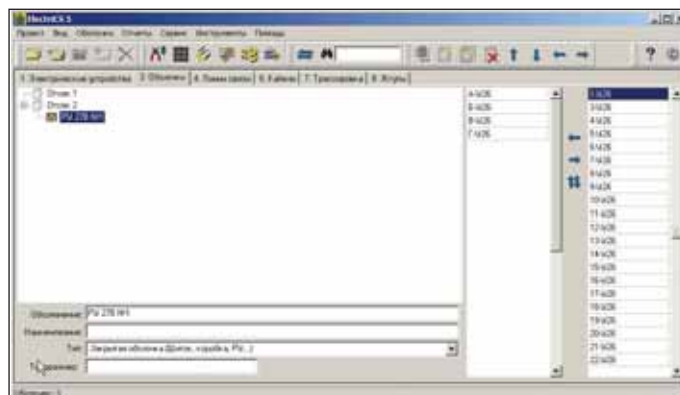

Рис. 4
- определение оболочек проекта. Размещение электрических устройств по оболочкам (рис. 4);